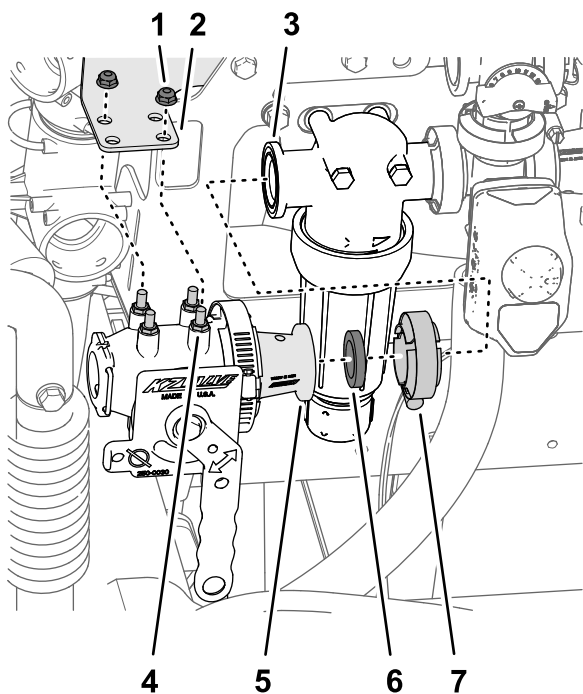

Figura 7
2. Alinee la brida del racor reductor (válvula del eyector) con la brida de la cabeza del filtro de presión (Figura 7), y con la junta que retiró en el paso 2 de Retirada de las mangueras (página 5).
3. Pase los espárragos de la cabeza del filtro de presión por los orificios del soporte de montaje de la válvula (Figura 7).
4. Conecte la brida del racor reductor a la brida de la cabeza del filtro de presión (Figura 7) con la brida de fijación que retiró en el paso 2 de Retirada de las mangueras \(página 5\).